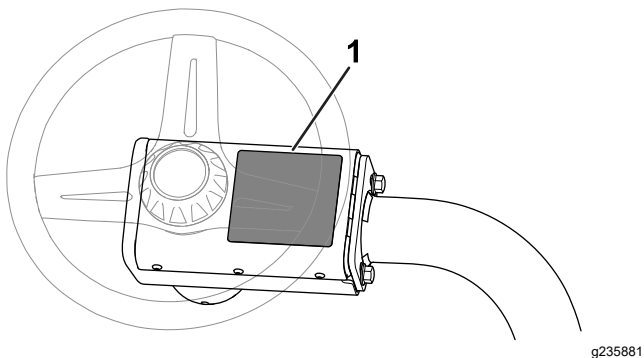

Figura 8
- Coloque o autocolante de aviso CE (peça n.º 136–8505) sobre o autocolante de aviso presente (peça n.º 136–8506). Figura 8 Mostra a localização do autocolante de aviso.